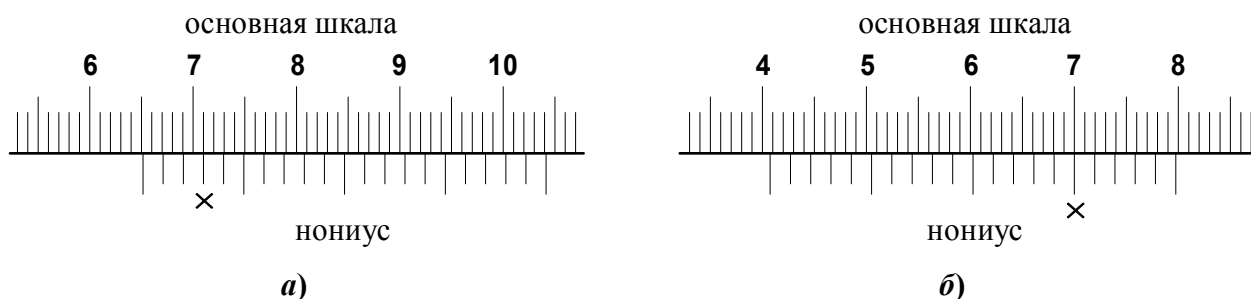

Рис. 4.6. Показания штангенциркулей при измерении размеров детали (штрихи нониусов, совпадающие со штрихами основных шкал, отмечены знаком ×)
1. Какова точность измерения размеров штангенциркулями, шкалы которых показаны на рис. 4.6?
2. Прочитайте показания штангенциркулей на рис. 4.6.